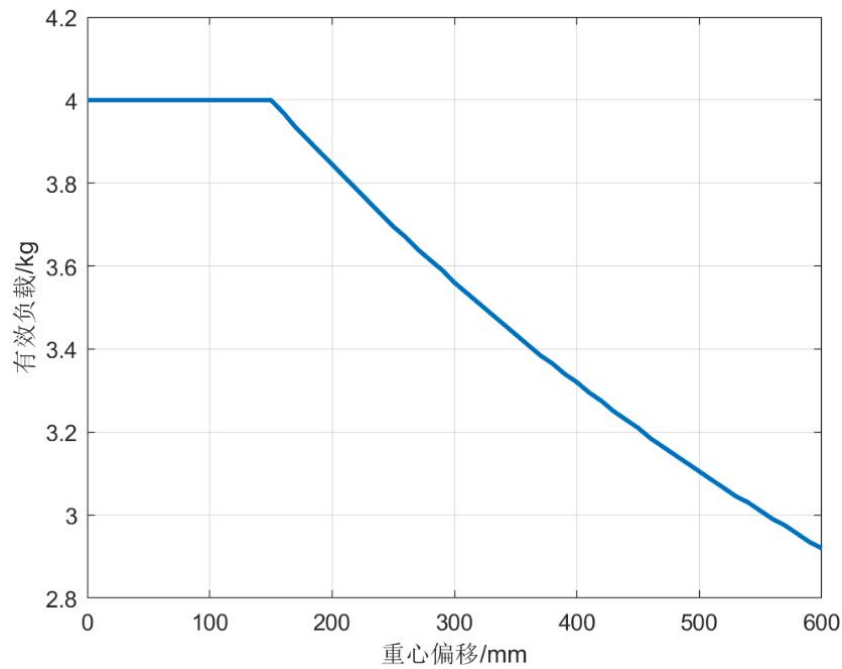

图 B-2 G4 有效载荷和重心偏移曲线
- G4 协作机器人有效载荷和载荷重心偏移的关系曲线如图 B-2 所示。